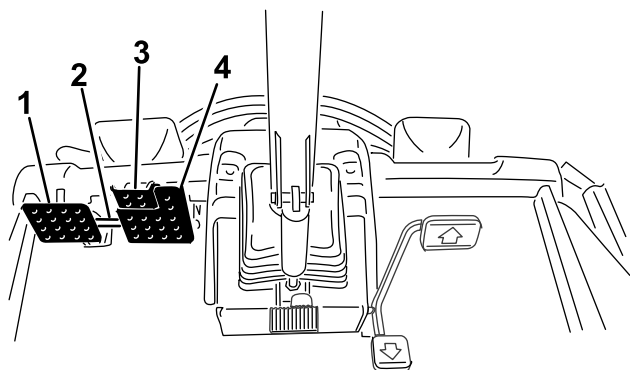

Figure 28
- Détachez le verrou de blocage des pédales (Figure 28).